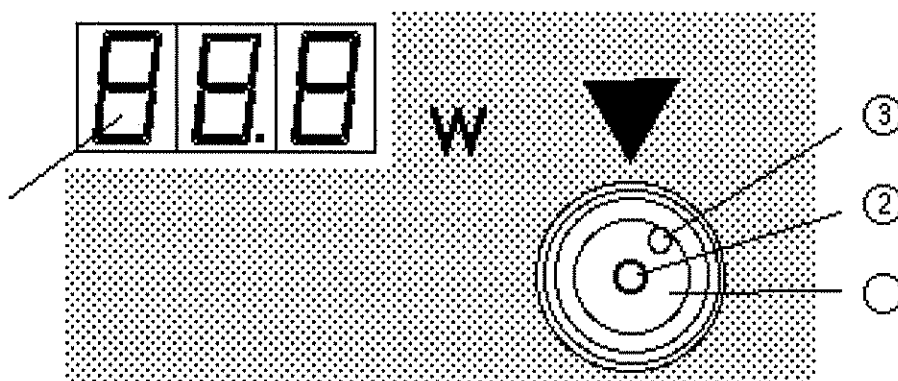

Abb. 5.5: Fasertesteinrichtung mit eingesetztem Fasertestadapter
Zusätzlich der Adapter (1) einzusetzen. Fasern in die zentrale Öffnung 2 (Abb. 5.5) bis zum Schutzglas einschieben und dann 1-2 mm zurückzuziehen. Fasern nicht in das Entlüftungsloch (3) einstecken, das bei gasgespülte Fasern zum Entweichen des Spülgases dient.
- ◆ Beim Fasertestadapter dient die stark angefasste, zentrisch angebrachte Bohrung als Einführöffnung für den Lichtleiter. Die exzentrisch angeordnete Bohrung ist eine Entlüftungsbohrung für die Verwendung von koaxial gasgespülten Fasern. Lichtleiter dürfen dort nicht eingeführt werden. Eine Zerstörung des Lichtleiters und eine Fehlmessung wären die Folge (vgl. Abb. 5.5).